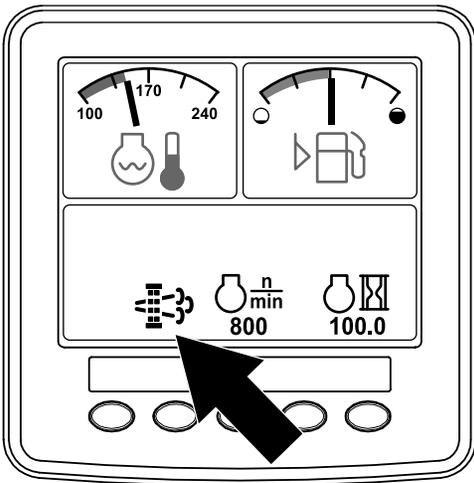

Figura 16
- Cuando el ordenador del motor solicita una regeneración con la máquina aparcada o una regeneración de recuperación, aparece el icono de solicitud de regeneración (Figura 16) en el InfoCenter.